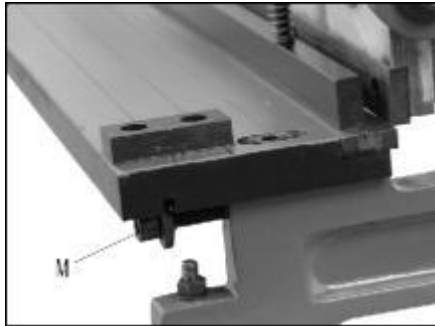

Abbildung 8
13. Durch Drehen der Einstellschrauben (M, Abbildung 8) kann der Tisch verschoben und der Abstand zwischen **Lassen Sie die Klingen nicht zu verlap.**